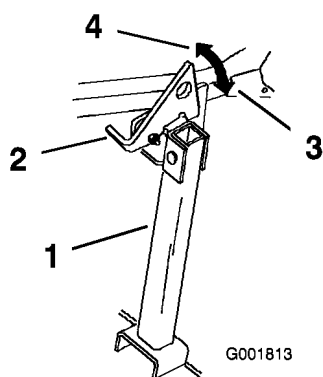

Figura 34
2. Alzate il dispositivo di chiusura per sbloccarlo (Figura 34).